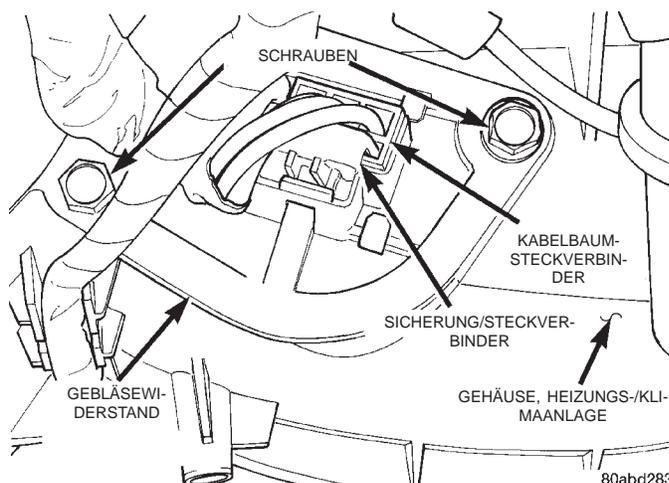

Abb. 44 Gebläsewiderstand aus- und einbauen
(1) Batterie-Minuskabel abklemmen und elektrisch isolieren.
(2) Fußraumverkleidung wie in diesem Kapitel beschrieben vom Gehäuse der Heizungs-/Klimaanlage abbauen.
(3) Sicherung des Steckverbinders des Gebläsewiderstands herausziehen, so daß der Steckverbinder abgezogen werden kann (Abb. 44).